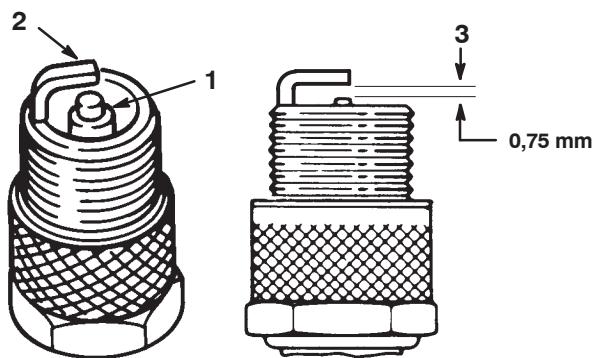

Figure 31
1. Inspectez le centre des bougies (Fig. 31). Si le bec de l'isolateur est recouvert d'un léger dépôt gris ou brun, le moteur fonctionne correctement. S'il est couvert d'un dépôt noir, c'est généralement signe que le filtre à air est encrassé.
2. Contrôlez l'écartement entre l'électrode centrale et l'électrode latérale (Fig. 31). Courbez l'électrode latérale (Fig. 31) si l'écartement est incorrect.